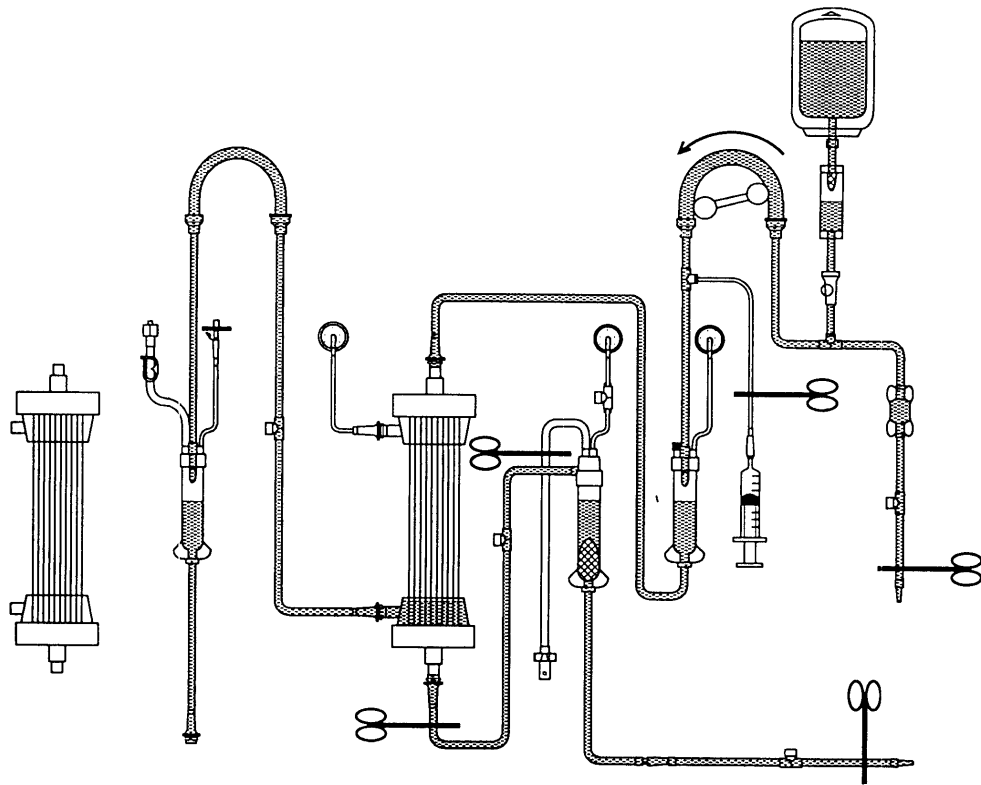

図12 濾液血漿回路と血漿成分分離器との接続
①プライミング・洗浄
6) 血漿分離器の濾液側の充填液を排出する。血漿採取ライン、濾過圧測定ラインを血漿分離器に接続する。血液ポンプを回転させ、濾液側を生食で血漿分離器の 1/3 程度まで充填し濾過圧測定ラインを接続する。生食を 500 ml～1 l で洗浄する（図 12）。